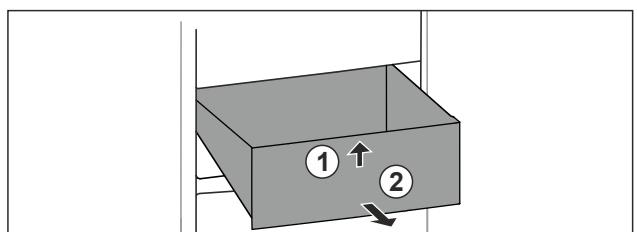

Fig. 71
- Ridicați sertarul în față. Fig. 71 (1)
- Extragăti sertarul spre înainte. Fig. 71 (2)